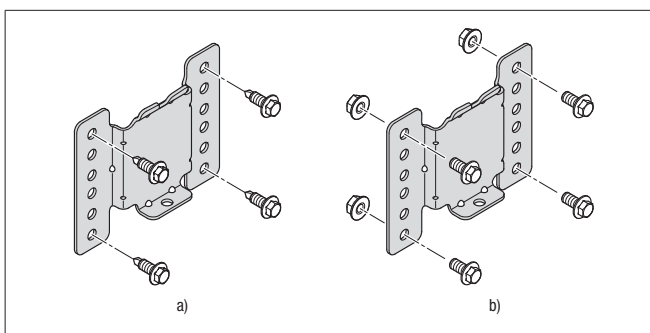

Bild 4
- Fäst hållaren med 4 sexkantskruvar M6 × 12 och 4 sexkantmuttrar M6 eller med 4 självborrande skruvar 6,3 x 19 (åtdragningsmoment: 9+1 Nm), se Bild 4.
Använd helst de övre och nedre fästhål, se Bild 4. Om andra hål används måste det vara minst två hål mellan fästskruvarna.